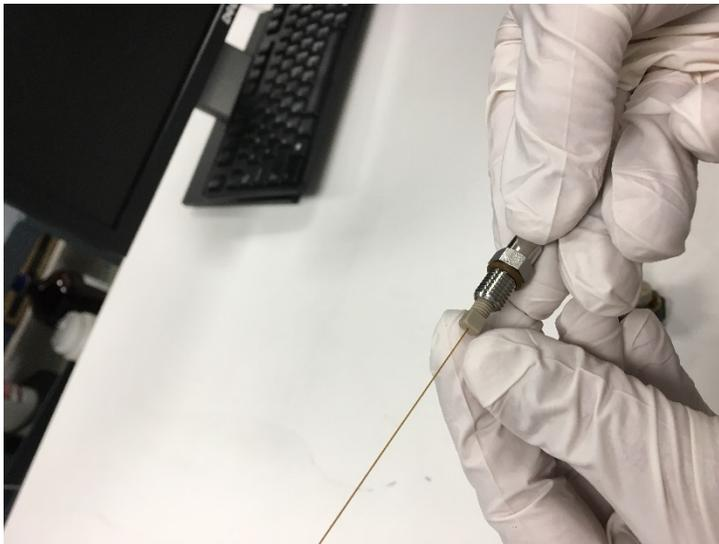

图101：取下PEEK 接头
- 11) 使用 3/16" 扳手松开螺母，然后拧下 PEEK 接头。见图 101。
12) 取下 PEEK 接头。见图 101。